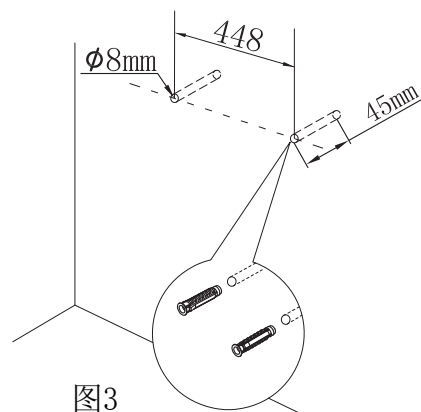

图3
- 4) 如图3所示，标记安装孔位置后，在墙壁上钻 $\Phi 8 \times 45$ 的孔（4个）。